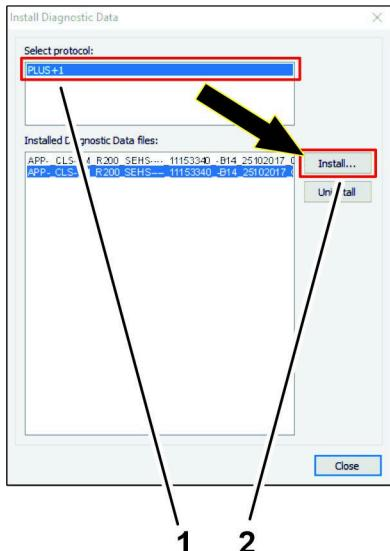

Figura 54
2. Na caixa de diálogo de instalação Select Protocol, clique no ícone do protocolo PLUS+1, e prima o ícone INSTALL (Figura 54).